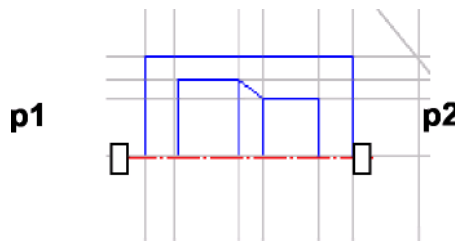

Рис. 1.22. - Построение симметричного изображения
5) указать последовательно первую точку **p1**, а затем вторую **p2** принадлежащих оси симметрии (рис. 1.22). Для завершения построения нажмите кнопку  в **Панели свойств**